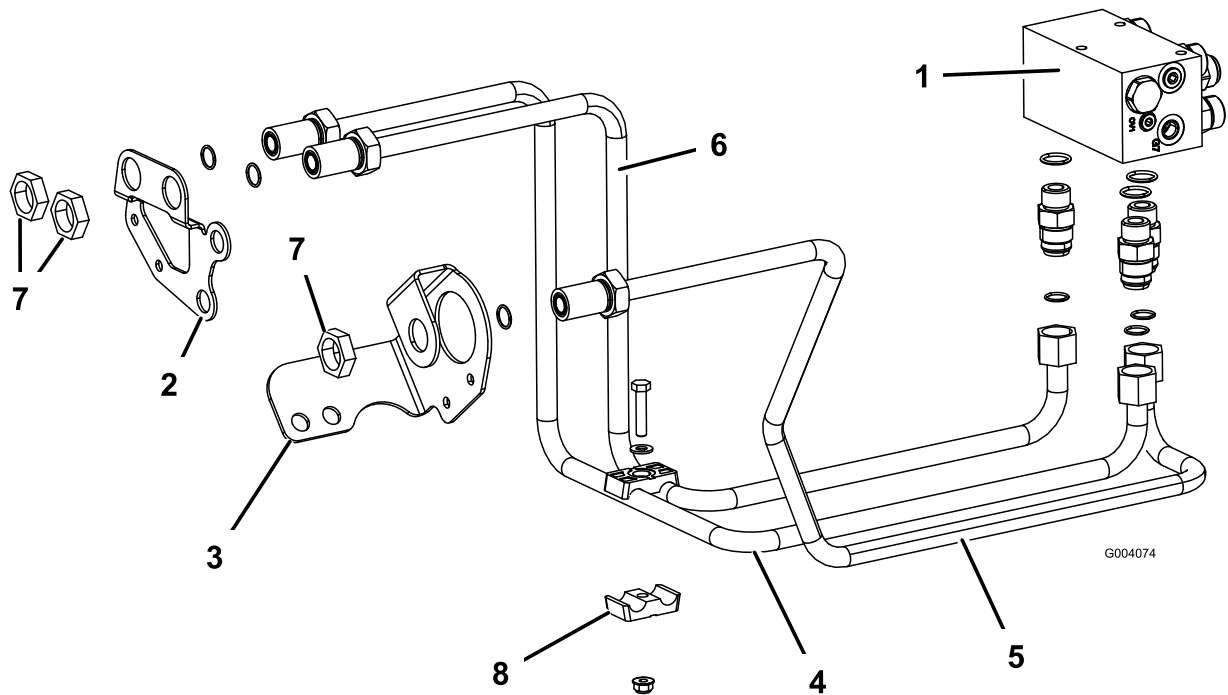

Figura 10
1. Disponete il tubo idraulico, n. cat. 108-7624, dal raccordo del collettore sinistro con l'adesivo "RF" al foro destro nella staffa destra di supporto del telaio (Figura 10).
2. Fissate la parte posteriore del tubo idraulico al raccordo del collettore e la parte anteriore alla staffa di supporto con un dado di bloccaggio (1-5/16"); fate riferimento alla Figura 10.
3. Disponete il tubo idraulico, n. cat. 108-7626, dal raccordo del collettore centrale con l'adesivo "REV" al foro nella staffa sinistra di supporto del telaio (Figura 10).
5. Disponete il tubo idraulico, n. cat. 108-7625, dal raccordo del collettore destro con l'adesivo "LF" al foro sinistro nella staffa destra di supporto del telaio (Figura 10).
7. Fissate i 2 tubi di supporto di destra insieme ai semimorsetti dei tubi, il bullone (5/16" x 1 1/2"), la rondella piana (5/16") e un dado flangiato (5/16"); fate riferimento alla Figura 10.